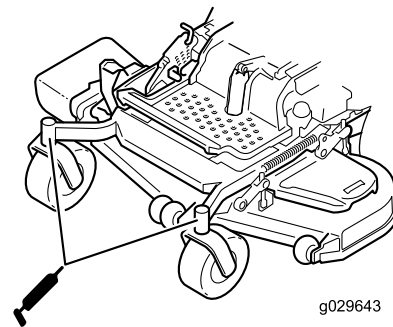

Figura 47
9. Retire el engrasador del orificio. Instale el tapón hexagonal y la tapa (Figura 47).